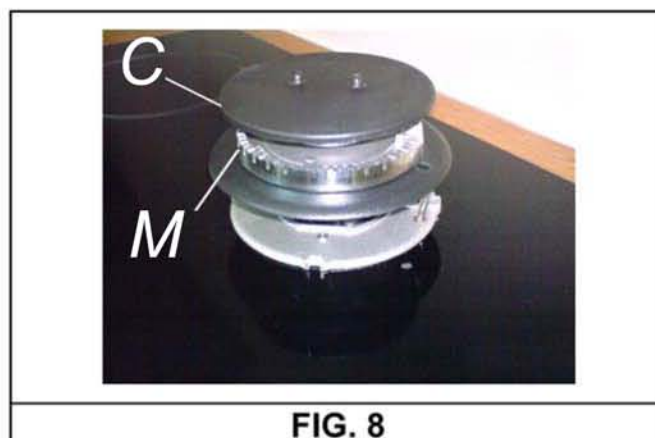

FIG. 8
Para manter a superfície brilhante, é muito importante que seja lavada periodicamente com água morna e sabão, bem enxaguada e seca. As grelhas esmaltadas, a tampa esmaltada "C" e o queimador "T" (veja fig.8) devem ser lavados do mesmo modo. Após a limpeza devem ser bem secos. A limpeza deve ser efectuada quando a placa de cozinha e os componentes já não estiverem quentes e nunca use esponjas metálicas, produtos abrasivos em pó ou spray corrosivos. Nunca deixe em contacto com o esmalte, durante muito tempo, vinagre, café, leite, água salgada, sumo de limão ou de tomate.
- Antes de colocar o queimador "M" (fig.8), é indispensável verificar se os furos estão desentupidos.
- Verifique se a tampa esmaltada "C" (fig. 8) está posicionada correctamente no queimador. Para ter certeza desta condição a tampa posicionada sobre o queimador deve estar perfeitamente estável.